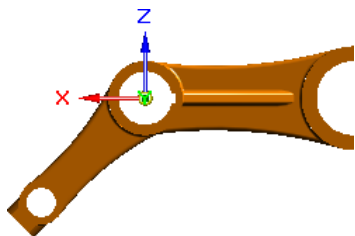
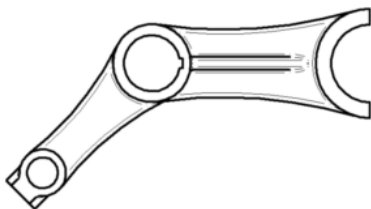

图 4.7.17 定义视图方位
图 4.7.18 创建基本视图
(1) 单击 **图纸视图** 区域的“视图向导”按钮 ，系统弹出“选择模型”对话框。在 **查找范围(1)** 下拉列表中选择目录 D:\sest4.12\work\ch04\ch04.07，然后选择“pole”模型，单击 **打开(O)** 按钮。
(2) 此时系统弹出“图纸视图创建向导”对话框,在该对话框选中在以下视图中显示相切边:下的 ☒ 正视图(E) 复选框,单击 下一步(N) > 按钮,然后单击 定制(C)... 按钮,采用图 4.7.17 所示的方位,单击 关闭 按钮。
(3) 在“图纸视图创建向导”对话框 图纸视图布局 区域确认  按钮处于按下状态,然后单击 完成(F) 按钮。
(4) 在“视图向导”命令条中  的下拉列表中选择 1:1,将鼠标放在图形区,会出现视图的预览,选择合适的放置位置单击以生成基本视图,结果如图 4.7.18 所示。